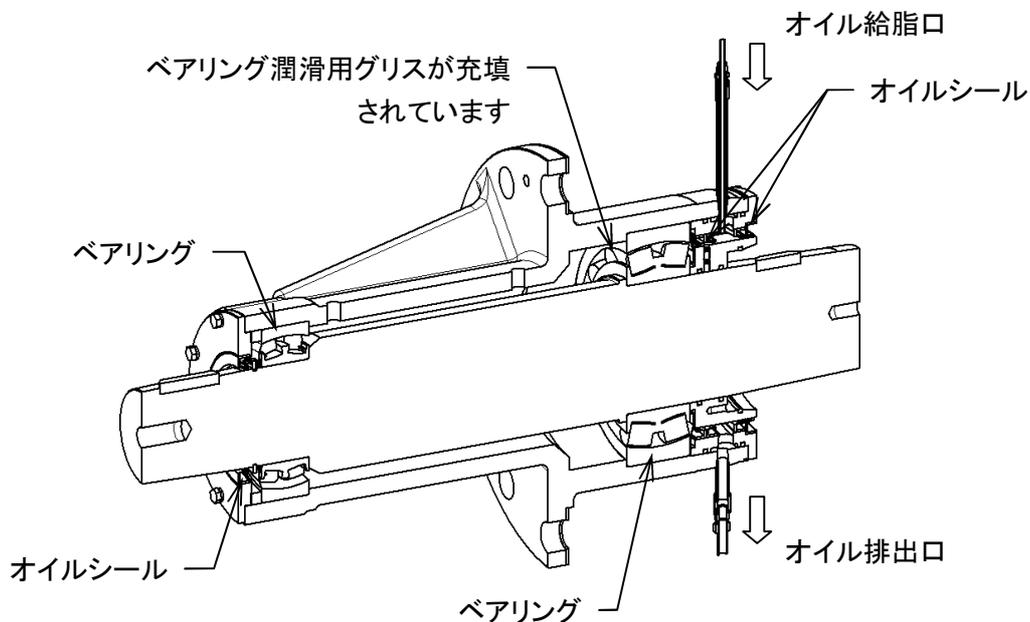

図 8-1
8.3.1 自動給油器(図 8-1)
オイルはベアリングの為ではなく、オイルシールの保護の為に給脂されています。(図 8-1)